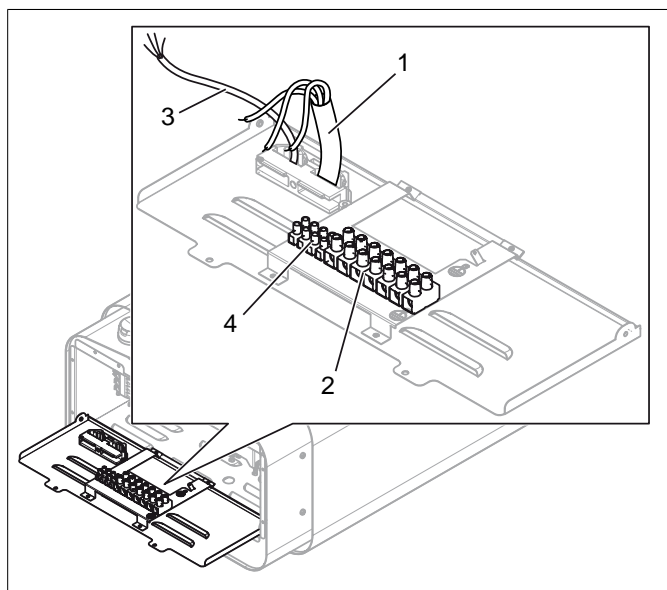
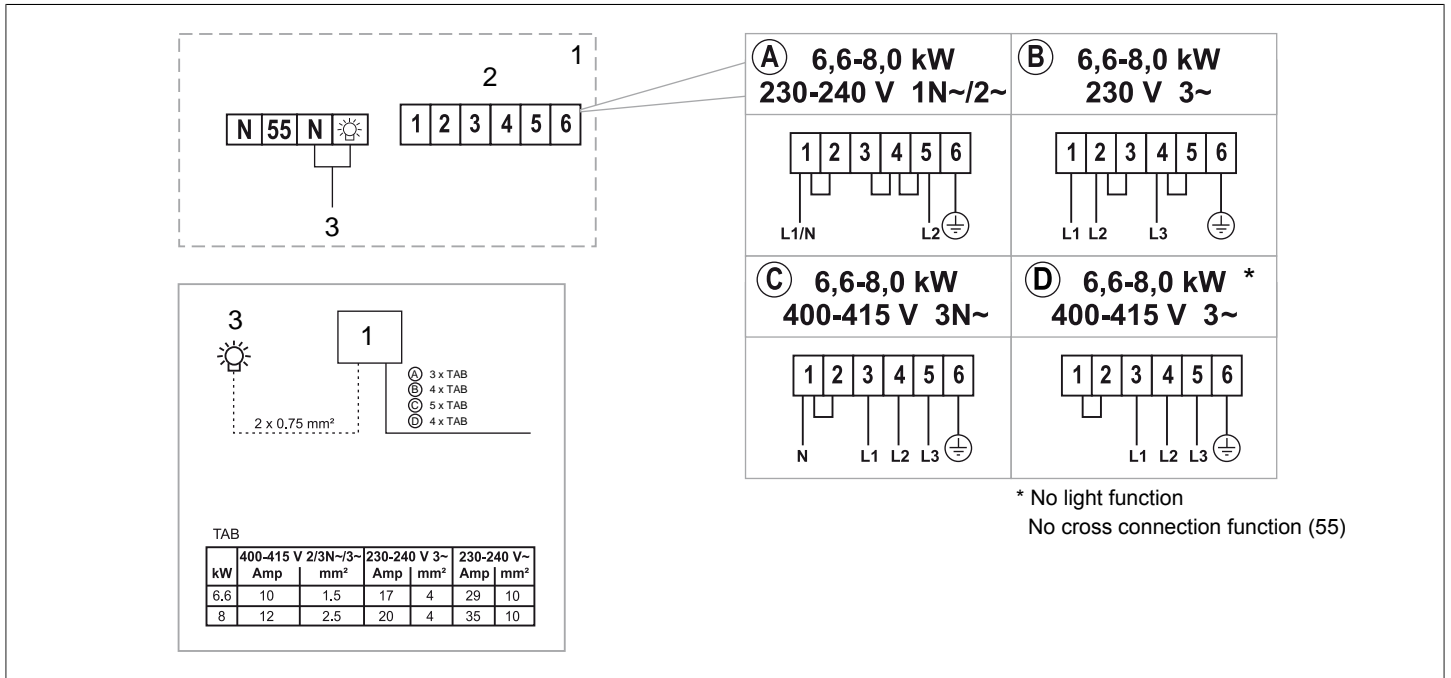

Fig 6: Carte électronique
Fig 12: Schéma de raccordement
Raccorder le câble électrique (1) au rack (2) (voir **Fig 6**, page 4) selon schéma de raccordement (voir Le paragraphe **Schéma de raccordement**, page 6).
4. Raccorder le cas échéant le câble de l'éclairage (3) voir **Fig 6**, page 4 au rack (4) en suivant le schéma de raccordement **Fig 12**, page 6.
Pour le raccordement à des tensions ou d'un nombre de phases ne figurant pas sur le schéma **Fig 12**, page 6, contacter le service de maintenance Tylö.